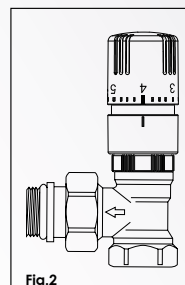

Fig.2
- Mettez la tête dans la position désirée (ex. "4" Fig. 2).